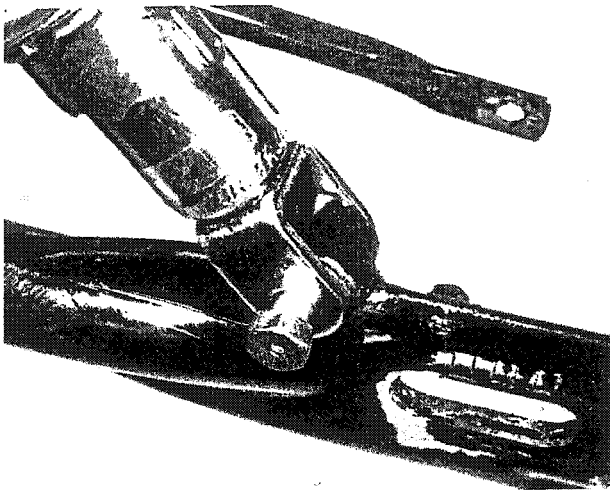

Bild 225
- Die untere Federbein-Befestigungsschraube von jeder Schwingenseite entfernen und die Federbeine nach hinten aus dem Weg klappen (Bild 225).